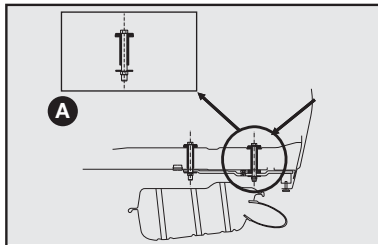
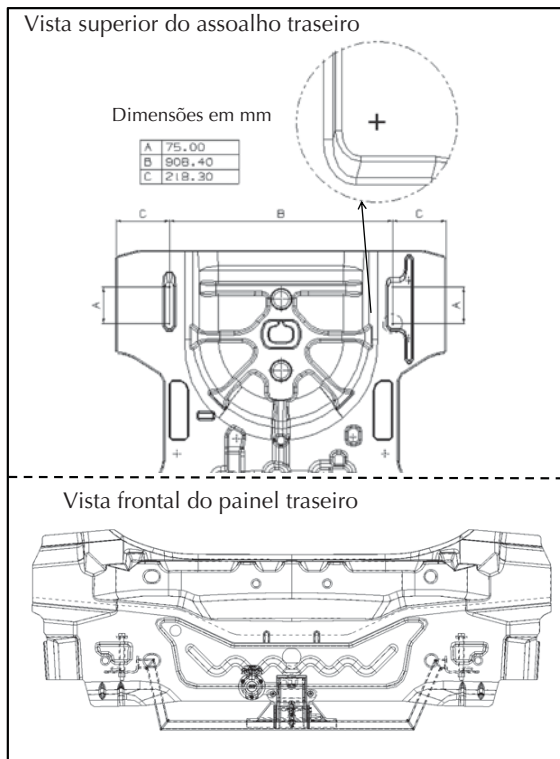

fig. 11
fig. 12
- Efetuar no veículo a furação com \varnothing (diâmetro) 11 mm traspassando o assoalho posterior (ver detalhe A-fig. 11) e a longarina nas marcas esquemáticas indicadas na **fig. 12**.